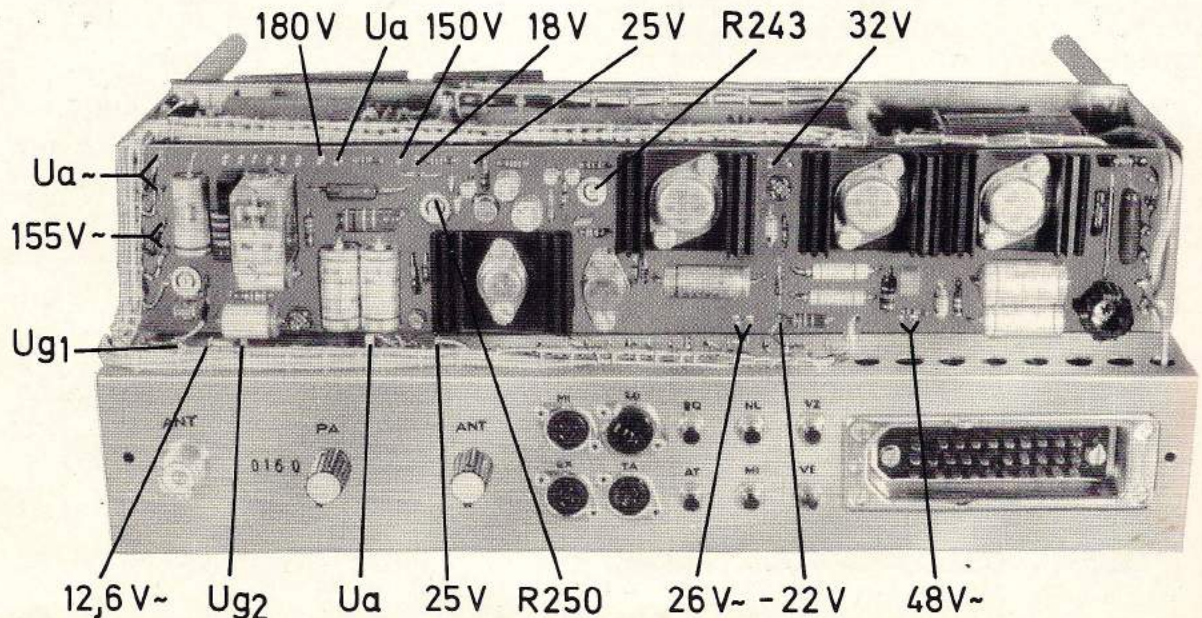

Bild 6
1. 25V am Emitter von T53 (Lötstift 25V, Bild 6) einstellbar mit R243 (Bild 6). versorgt: Empfänger-NF-Verstärker, AM-Modulator, 18V-Stabilisator, Relais.
2. 18V am Emitter von T57 (Lötstift 18V, Bild 6) einstellbar mit R250 (Bild 6), versorgt: Empfänger, Frequenz-Vervierfacher, Steuersender, Seitenband-Oscillatoren, Exciter, 12V-Stabilisator, 7,5V-Stabilisator, Sender-NF-Verstärker, Vox, Squelch.
5. PA gemessen an den Durchführungskondensatoren und Lötstiften (Bild 6).
1. Voltmeter mit - an Durchführungskondensator "Ug1" (Bild 6), mit + an Masse. Meßbereich 60 V.